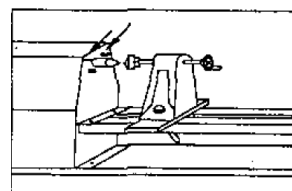

Bild 2
3. Lossa fyra insexskruvar runt drivnaven. (enligt bild 2)